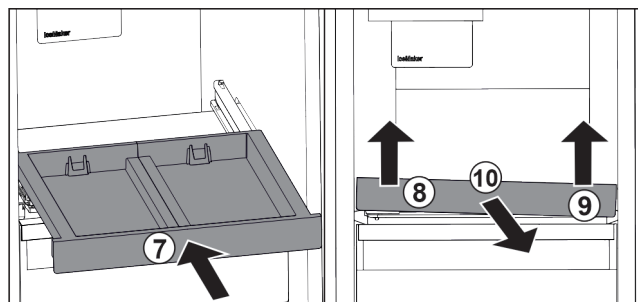

Fig. 102
- ▶ Wsunąć wysuwaną półkę. Fig. 102 (7)
- ▶ Unieść wysuwaną półkę z przodu po lewej. Fig. 102 (8)
- ▶ Unieść wysuwaną półkę z przodu po prawej. Fig. 102 (9)
- ▶ Wyjąć wysuwaną półkę do przodu. Fig. 102 (10)